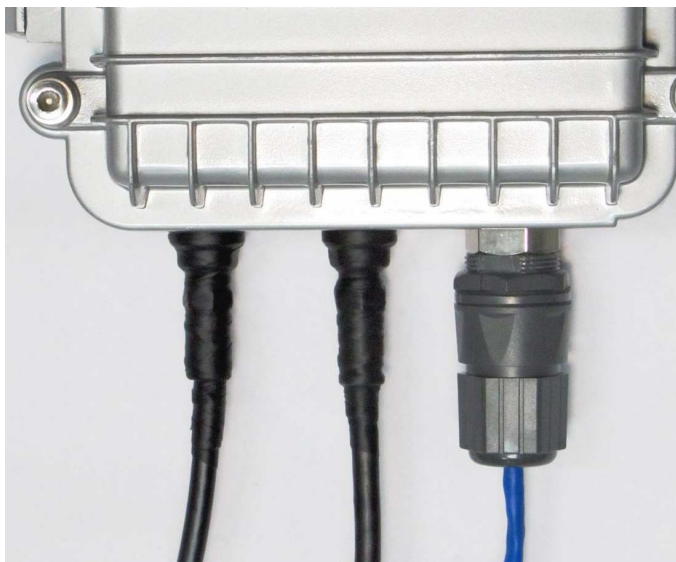

Figura 3.2-1: Conexão do cabo UTP e cabos coaxiais.
- 2- Conectar o *cable service* de fibra óptica ou UTP no *master* através da sua conexão (3) no módulo *IN* (23);
- 3- A energização do equipamento deve ser tele alimentada através da porta coaxial do equipamento (1). Verificar o funcionamento do equipamento através do LED de *Power* (26);
- 5- Na porta de saída de energia (5), pode ser dada seqüência na tele-alimentação de outros equipamentos.
- 6- Pode ser dada seqüência ao segmento da rede através do módulo *OUT* de fibra óptica ou UTP (24);
- 7- A conexão entre o cabo coaxial e o conector KS-AF ou *Feed-Thru* para ambientes externos deve ser vedada com fita de auto fusão, conforme Figura 3.2-1;